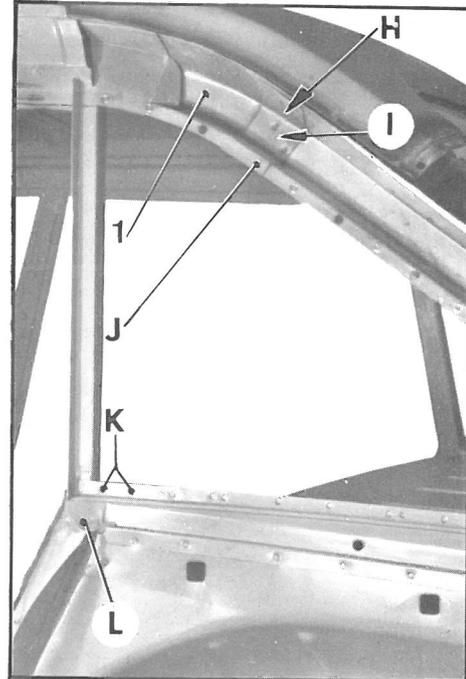

Fig. 2
2. Dégrafer la doublure (1) de rallonge de custode de la doublure de custode (fig. 2)
Percer (une tôle seulement) (fig. 2)
en K (fig. 2) (une tôle seulement)